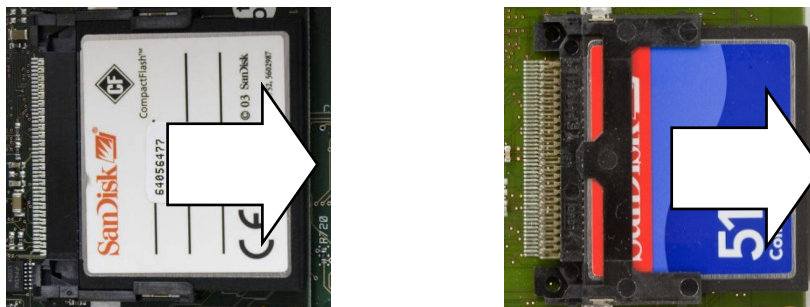

Figura 3-57: Extracción de la tarjeta CF
2. Coloque la tarjeta ETX sobre sus conectores. La Figura 3-57 muestra dos de los conectores, y la Figura 3-58 muestra una vista lateral de la tarjeta descansando sobre sus conectores.